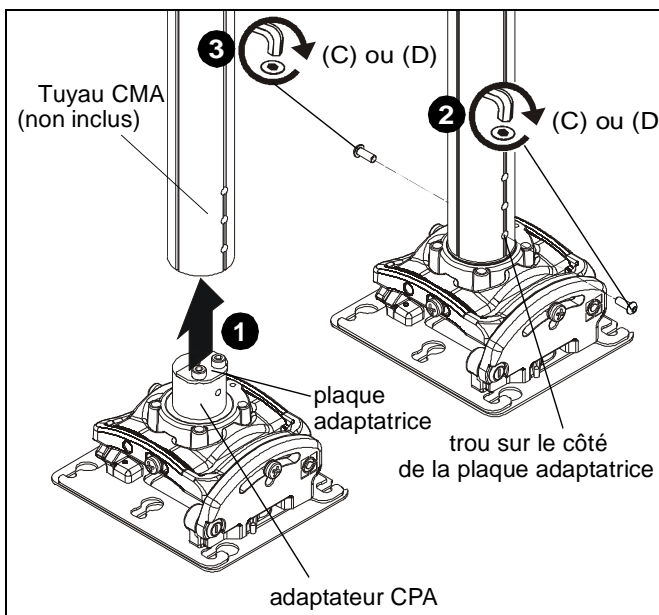

Figure 1
1. Assurez-vous que les trous sont alignés sur l'adaptateur CPA et la colonne CPA du RPME (non inclus), soulevez le RPME jusqu'à l'ouverture en bas de la colonne CPA. (Voir la Figure 1)
2. Installez une vis à tête bouton M6 x 16 (C) ou une vis de sécurité (D) dans le trou sur le côté du tuyau CPA, où la plaque adaptatrice de l'adaptateur CPA est située. (Voir la Figure 1)
3. Sur le côté opposé du tuyau CPA, utilisez l'autre vis à tête bouton M6 x 16 (C) ou l'autre vis de sécurité (D) pour fixer le RPME (A) à la colonne CPA. (Voir la Figure 1)